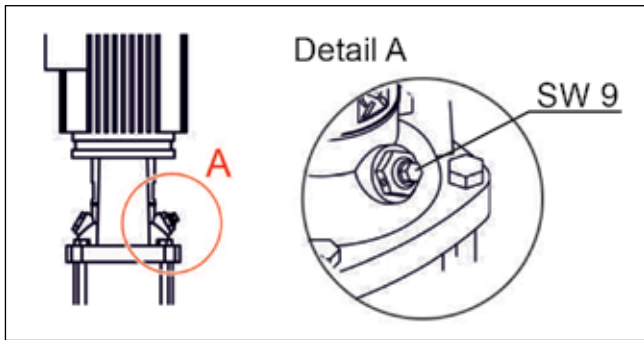

Abbildung 14: Entlüftungsventil an der Druckhaltepumpe
**Ausführung B:** Die Einstellung erfolgt am Einstellrad (2). Bei werksseitig eingebautem Nachspeisemodul MCF ist dies bereits eingestellt, siehe Plombierstreifen am Ventil (3) (Abb. 14).